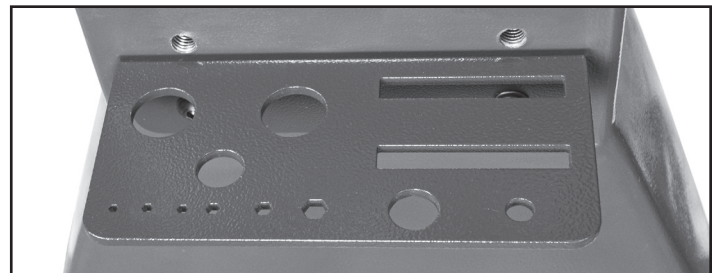

FIG. 11
Installez le support à outils (U) à l'extérieur de la patte droite avec les deux vis hexagonales et les rondelles fournies. Utilisez la clé hexagonale de 5mm fournie. Fig. 11.